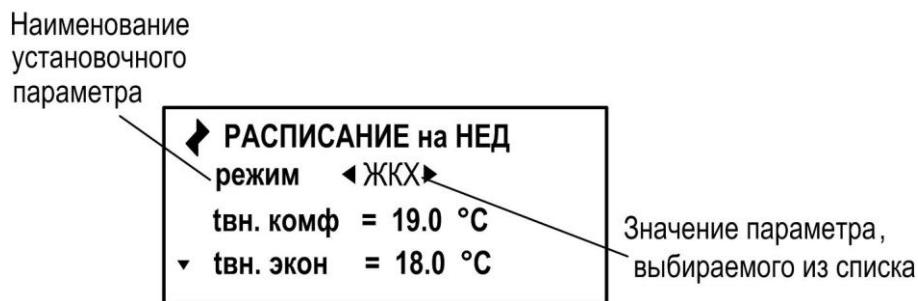

Рис.2. Пример установки режима отопления в меню «РАСПИСАНИЕ на НЕД».
(см. рис.2). Для перехода в другое однотипное меню (окно) используются кнопки и .
В однотипных меню (окнах) слева в строке наименования меню (окна) отображаются (см. рис.2):
1.2.2. Если после нажатия кнопки часть строки заключается в треугольные скобки (см. рис.2), то кнопками и или и производится выбор значения параметра из списка.